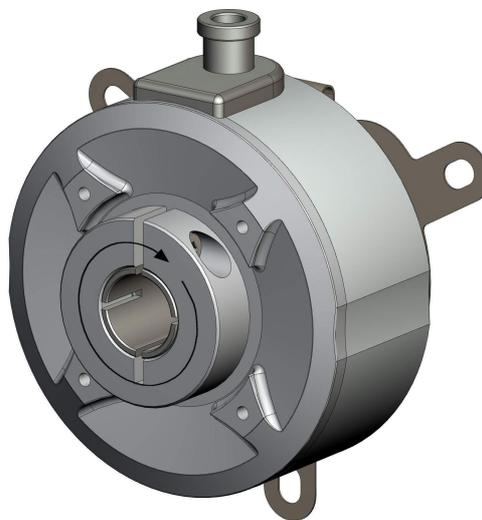

Figura 4 – Direzione di conteggio
La **direzione di conteggio standard** è da intendersi con rotazione dell'albero come indicata dalla freccia nella Figura 4. Quando l'albero ruota nella direzione indicata dalla freccia, nel sistema di misura assoluto il conteggio incrementa; nel sistema di conteggio incrementale il fronte di salita del segnale A precede il fronte di salita del segnale B. La direzione di conteggio non può essere modificata.
- La posizione ha conteggio crescente con movimento dell'albero nella direzione indicata dalla freccia di Figura 4.